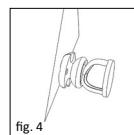

fig. 4
■ fig. 4 L'élément en forme de cloche du gabarit sert à recevoir la tête de l'étrier pendant la mesure. La partie circulaire est destinée à être posée contre le tympan. Pour déterminer la longueur de la prothèse, vous devez tenir compte de l'épaisseur du greffon (p. ex. plaque cartilagineuse) qui sera intercalé entre le tympan et la prothèse. Une fois la longueur optimale définie, la longueur correspondante peut être réglée / sélectionnée sur la prothèse partielle.
■ Fig. 4 La parte a campana del sizer serve ad alloggiare la testina della staffa durante la misurazione. La parte a disco è destinata a poggiare contro la membrana timpanica. Per determinare la lunghezza della protesi, si deve tenere conto dello spessore dell'innesto (per es. disco cartilagineo) che in seguito servirà da rivestimento sulla membrana timpanica. Una volta trovata la lunghezza ottimale, è possibile impostare / selezionare la lunghezza corrispondente nella protesi parziale.